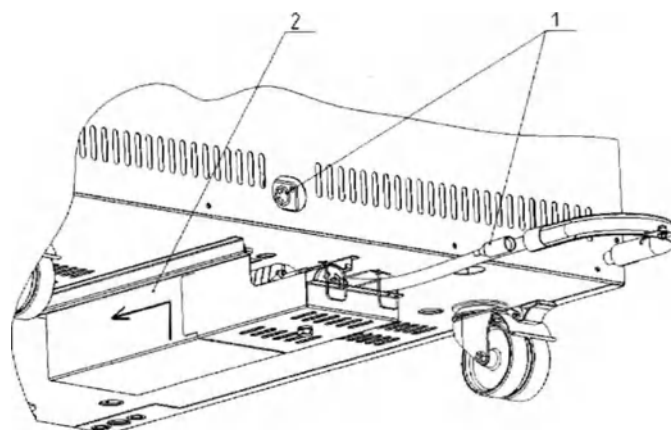

Рис. 73
(1) – разъём вилка/розетка (питание насоса и выключателя уровня), (2) – бачок для сточной воды (с насосом, выключателем уровня и шлангом) – см. Рис. 73.